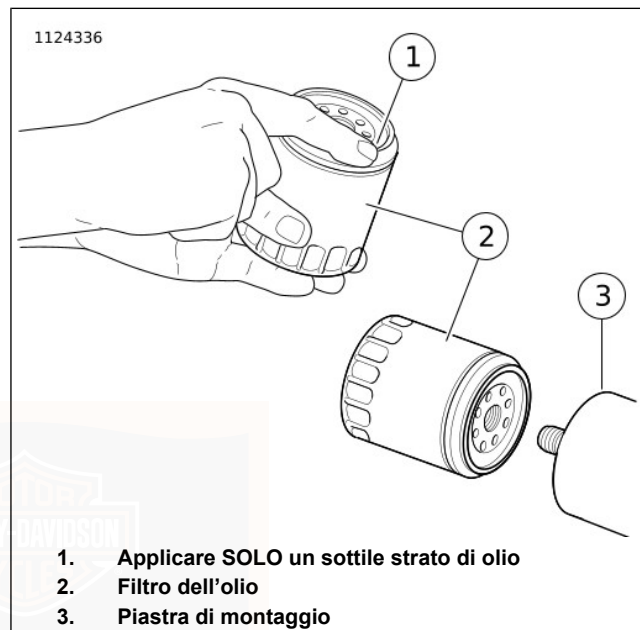

Figura 51. Applicazione di un velo di olio
7. Vedere Figura 51. Lubrificare la guarnizione con olio motore pulito e installare sulla base del filtro un filtro dell'olio **nuovo**. Serrare a mano il filtro dell'olio facendogli compiere da mezzo a tre quarti di giro dopo che prima la guarnizione abbia toccato la superficie della base. **NON** usare un estrattore per filtri dell'olio per il montaggio.